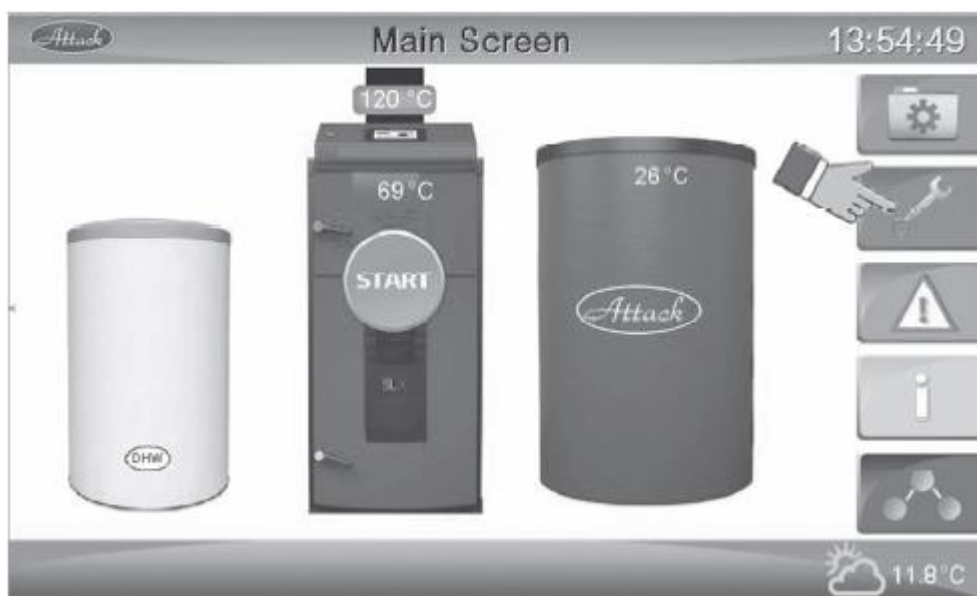

Fig. 41 Intrati in Setarile generale
2. Dati click pe General Settings – *Setari generale* (Fig. 41)